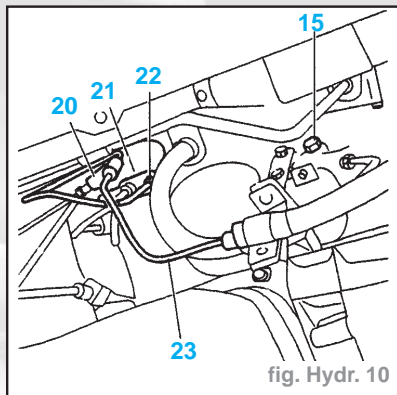

fig. Hydr. 10
- Désaccoupler du répartiteur de débit (21) le tube (9) d'alimentation de la direction ( $\varnothing 4,5$  mm) (fig. Hydr. 10).
- Accoupler un manomètre de 0 à 250 bar au répartiteur de débit (21) à l'aide d'un raccord trois voies (20) (fig. Hydr. 10).
- Accoupler le raccord trois voies (20) au répartiteur par un tube (22).